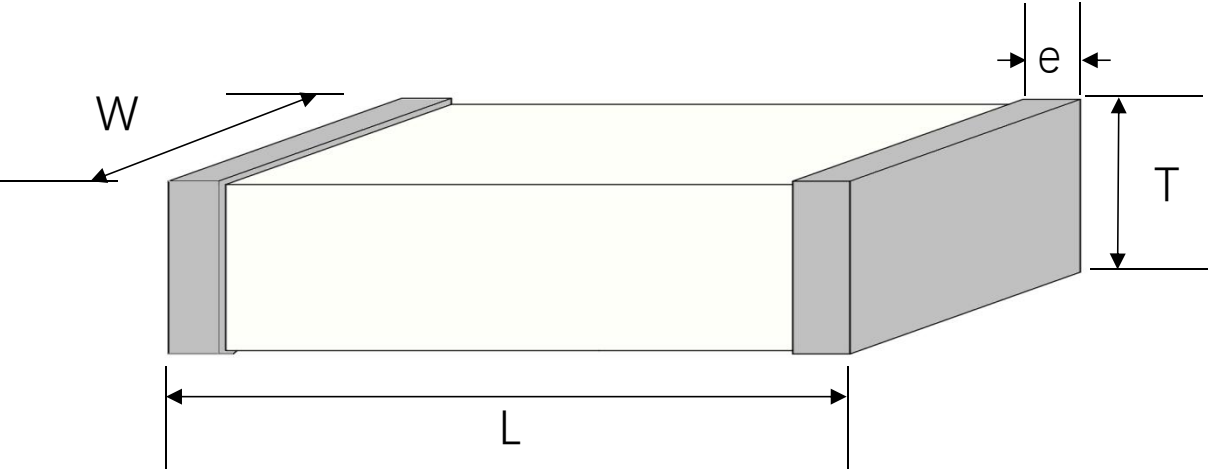

图 1 产品外形尺寸
② 陶瓷介质种类代码，C 表示 1 类陶瓷介质，T 表示 2 类陶瓷介质。
③ 尺寸代码，具体规格详见图 1 及表 2。